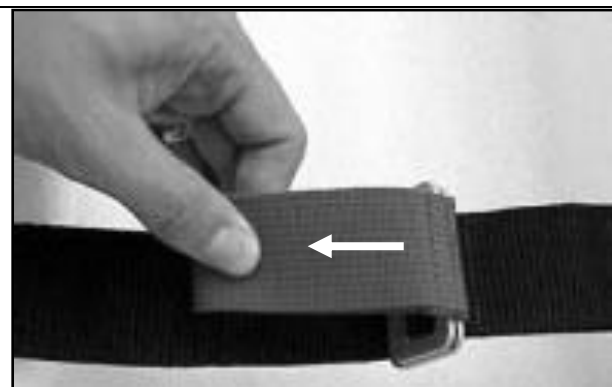

Figure 10 - Desserrage de la sangle
1. Tirer la languette décousue rouge contre la boucle (figure 10). Continuer à tirer jusqu'à ce que la sangle soit desserrée comme voulu.